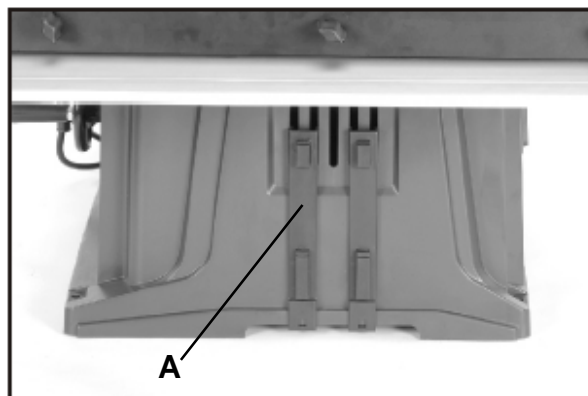

Fig 9.
Den Halter an der Unterkante des Maschinenkörpers einhängen und die Doppelhaken (A) Abb. 9 fest in die Schlitzze der Lüftungsplatte drücken.